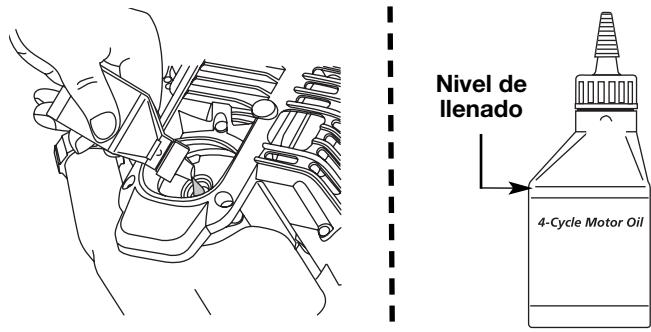

Fig. 21
- Si el nivel está bajo, agregue una pequeña cantidad de aceite en el orificio de llenado de aceite y vuelva a medir (Fig. 21). Repita hasta que el nivel de aceite llegue hasta la parte superior de la varilla de medición.